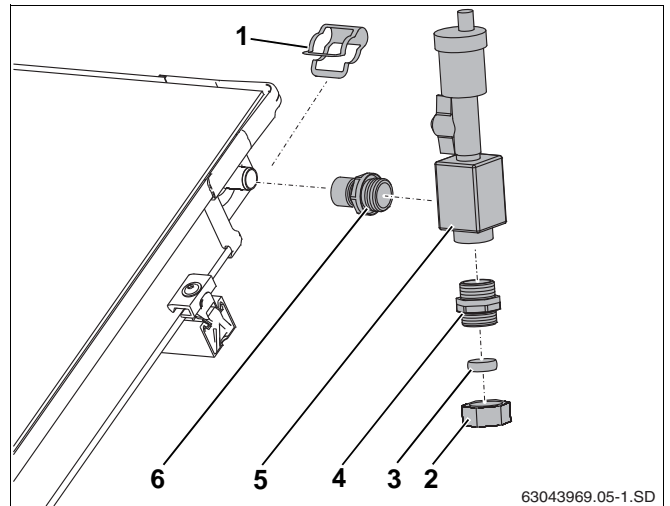

Fig. 60 Tilslutning af udlufter
- ▶ Skru niplen (fig. 60, **pos. 6**) og dobbeltniplen (fig. 60, **pos. 4**) ind i luftkoppen (o-ring-pakning).
- ▶ Sæt luftkoppen (fig. 60, **pos. 5**) med nippel på solfangertilslutningen, og fastgør med klemme.
- ▶ Slut samleledningen til klemringsforskrningen (18 mm) (fig. 60, **pos. 2**).